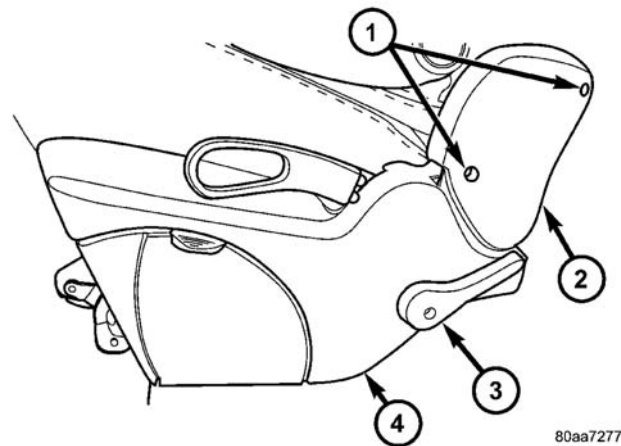
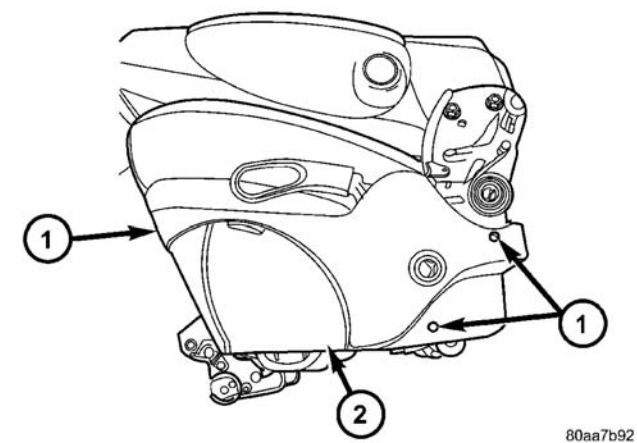

图 25 座椅侧护板/杯架
图 26 座椅侧护板/杯架螺钉
- (1) 从车辆上卸下座椅。有关正确的程序，参见“用户手册”。
- (2) 卸下两个螺钉，并卸下铰链盖（图 25）。
- (3) 卸下倾斜式锁门把手。
- (4) 卸下三个螺钉（图 26）。